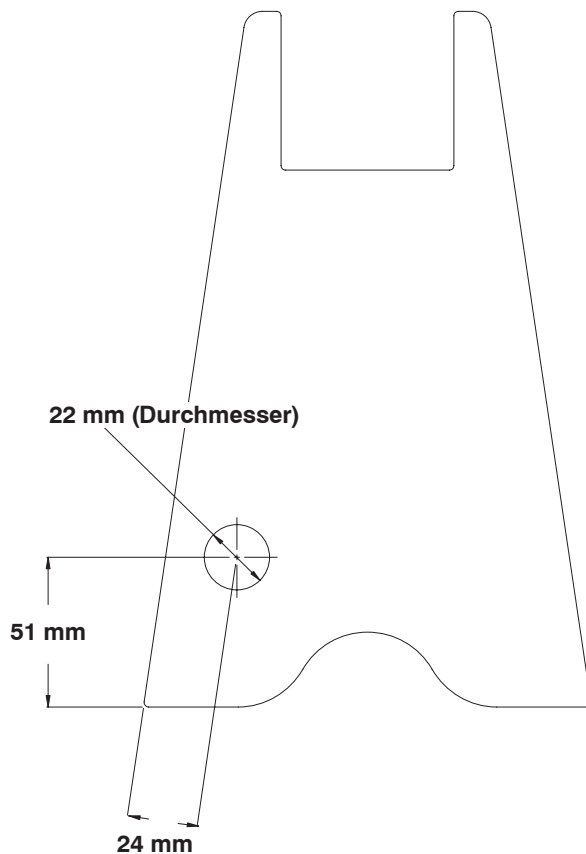

Bild 13
19. Verwenden Sie die Abmessungen, die in Bild 13 angegeben sind; markieren Sie die Stelle und bohren Sie vorne an der rechten Laufradhalterung ein Loch mit einem Durchmesser von 22 mm.